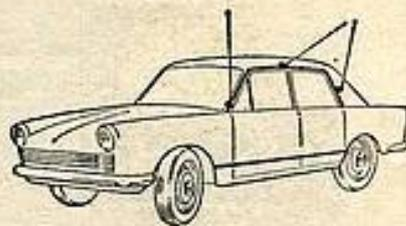

Fig. 15
**GIBE :** présentent leurs antennes auto-radio et leurs accessoires. Ces antennes, sans perçage de la carrosserie, se fixent sur la gouttière de la voiture (fig. 15). Existente en huit modèles, elles sont orientables dans tous les sens et se placent, de ce fait, à l'endroit désiré.